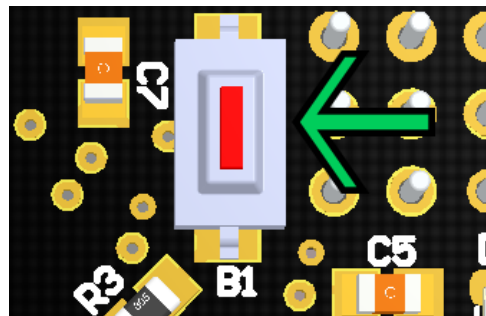

Figura 5: Botão de calibração (Parte de trás da Pulso)
3. Desligar a *Pulso*, retirando os conectores de alimentação da placa e conectar uma carga nos conectores indicados por M+ e M- na figura 5. Ligar novamente a placa e com o auxílio do controle, testar o funcionamento dos motores em ambos os sentidos de rotação.